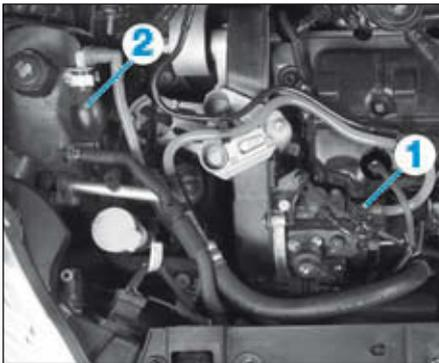

FIG.42
- Débrancher la durit (1) de la pompe à injection (Fig.42).
- Actionner la pompe d'amorçage (2) afin que la canalisation débranchée soit remplie de carburant et que celui-ci s'écoule sans air dans un récipient.
- Rebrancher la durit (1).